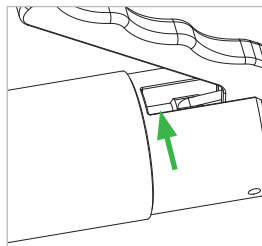

Figure 15
- ▶ Vaporisez brièvement une fois le lubrifiant avec le petit tube sur la broche d'actionnement (pos. 3) (Figure 15).